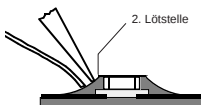

Fig. 5
- Schritt: Freie Seite löten. Nach dem Erkalten die erste Lötstelle nochmals nachlöten (Fig. 5).